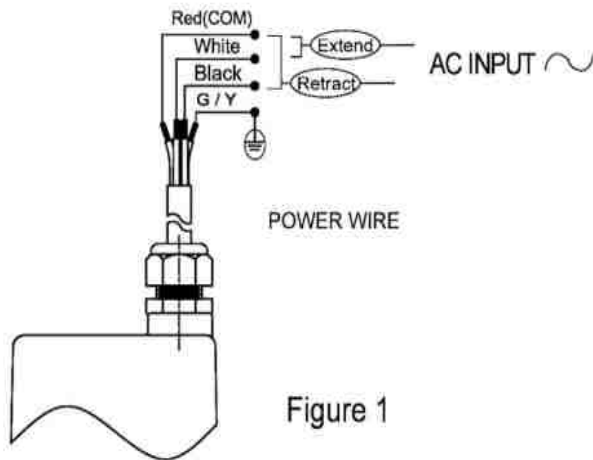

Figure 1
- Untersetzung 10:1 und 20:1 (Figure 1)